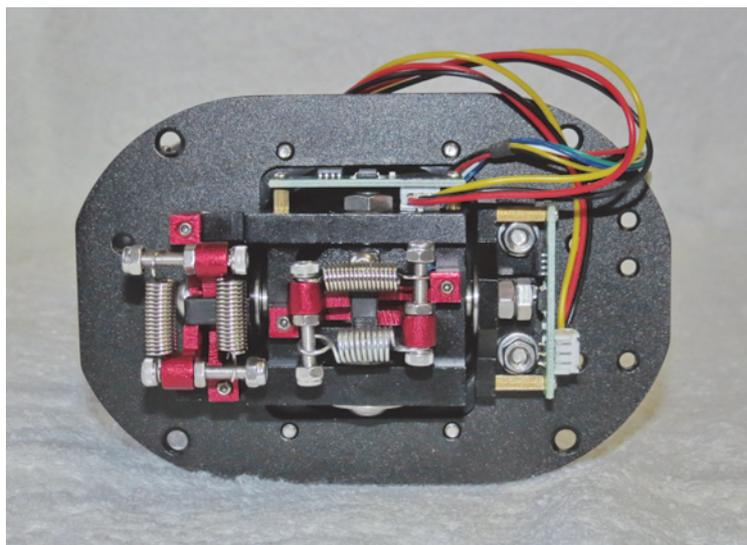

Рис. 3.6.
- Используя винты и самоконтрящиеся гайки, входящие в комплект переходника, закрепите пружины, как показано на рис. 3.6.